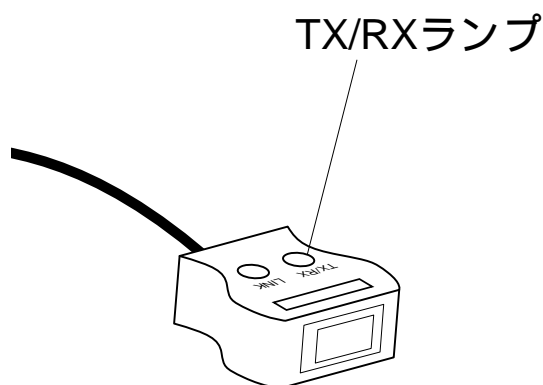

図2-4 TX/RX ランプ
4. 本製品付属のメディアモジュールには、データの送信または受信が行われている間に点滅する「TX/RXランプ」（緑色、図2-4参照）が装備されています。このTX/RXランプは送受信されているデータの packets 長が短い場合、また packets の間隔が長い場合には点滅時間が短くなり、見えにくくなることがありますのでご注意ください。